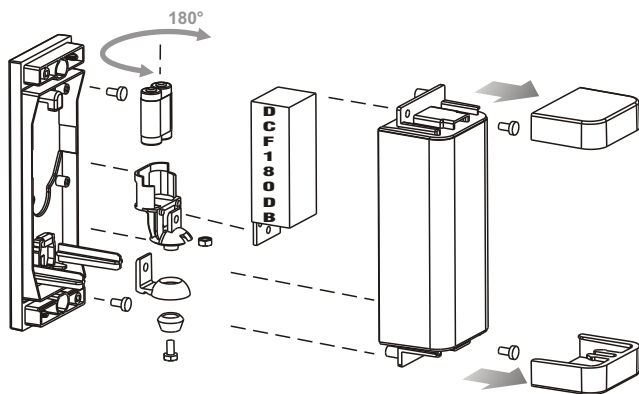

FIG. 1
Effettuare i collegamenti come in **Fig. 1 (RX)** **Fig. 2 (TX)**. Fissare la fotocellula e alimentarle con tensione compresa tra 12 e 24 Vac-dc. Alimentare la fotocellula e agire sulla stessa per l'angolazione desiderata. Coprire la fotocellula con il frontale e fissare quest'ultimo con le viti in dotazione. Interrompere il raggio più volte verificando la corretta risposta del relè.
Make connections as shown in **Fig. 1 (RX)** **Fig. 2 (TX)**. Secure and power the photocell 12 - 24 Vac-dc. Power the photocell and adjust the angle as required. Cover the photocell with the front part and secure with the screws provided. Pass across the photocell range several times, to check relay response.
Effectuer les branchements comme indiqué sur la **Fig. 1 (RX) Fig. 2 (TX)**. Fixer la cellule photoélectrique et l'alimenter avec une tension comprise entre 12 et 24 Vac-dc. Alimenter la cellule photoélectrique et agir sur cette dernière pour la prise d'angle désirée. Couvrir la cellule photoélectrique à l'aide du panneau avant et fixer ce dernier à l'aide des vis fournies en équipement. Couper le rayon plusieurs fois et contrôler la bonne réponse du relais.